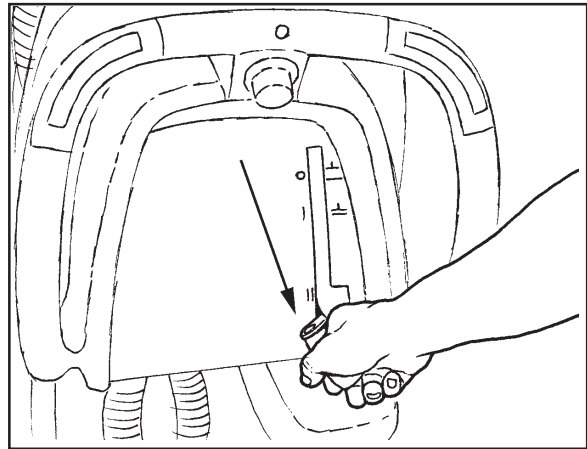

Abb. 25
1. Zum Senken der Saugleiste und Starten des Vakuummotors bewegen Sie den Saugleistenhebel nach rechts und nach unten. Siehe Abb.25.